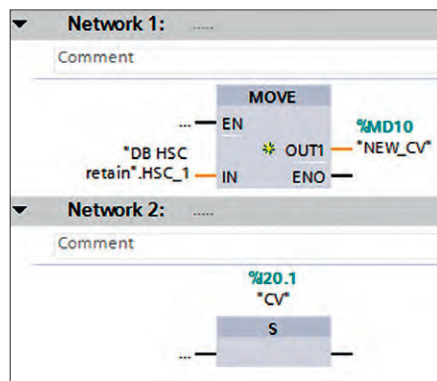

Рис.14. Подпрограмма, запускаемая при старте ПЛК
4. Создадим программный (рис. 14) блок типа *Startup* (с именем *OB100* на языке FBD), который будет выполняться каждый раз при старте ПЛК. В данном блоке будем производить копирование последнего сохранённого (после отключения питания или сброса ПЛК) в энергонезависимой памяти значения счётчика в специально созданную переменную *NEW_CV* (типа *DInt* в области свободно адресуемой памяти – *M*). В дальнейшем будем её использовать для конфигурирования высокоскоростного счётчика при помощи входа *NEW_CV* блока *CTRL_HSC*. При этом счётчик будет вести счёт уже не с нуля, а начиная с последнего сохранённого значения. Для того чтобы активировать новое значение счётчика, создадим дополнительно переменную *CV* типа *Bool* (рис. 13) и будем производить установку этой переменной при активации программного блока.